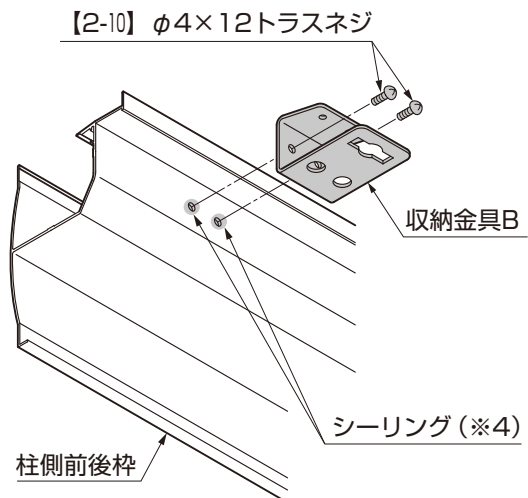

図4-6
- ② 収納金具Bを【2-10】で後枠に取付けてください。(図4-6参照)
- ③ 柱側前後枠の樋部内側に出たネジにシーリングを行なってください。(※4)